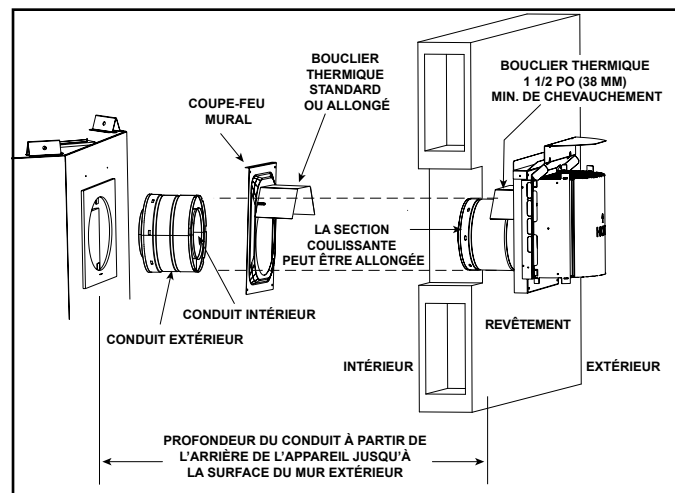

Figure 10.14 Évacuation à travers le mur
- **NE RETIREZ PAS** les boucliers thermiques attachés au coupe-feu mural et à l'abat-vent horizontal (montrés à la figure 10.14).
Le bouclier thermique est en deux parties. L'une des parties est fixée à l'usine au coupe-feu mural tandis que l'autre est fixée à l'usine à l'abat-vent. Voir la figure 10.14.